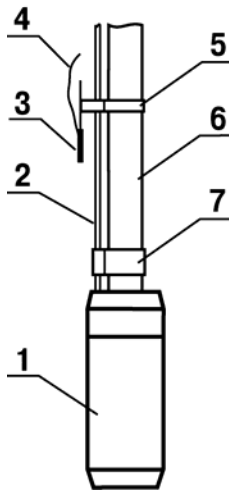

Рисунок 5.1
5.6 Монтаж датчика сухого хода (только для скважинного насоса). Датчик устанавливается на водоподъемную трубу на высоте 1 м. от насоса. В качестве проводника используется провод сечением $1,5 - 2,5 \text{ мм}^2$. В качестве второго проводника используется водоподъемная труба (см. рисунок 5.1).